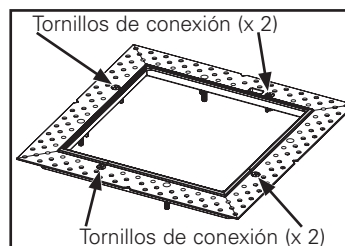

Figura 7.
1. Para modificar la altura del reborde, afloje y extraiga los (4) tornillos de conexión. (Figura 7.)